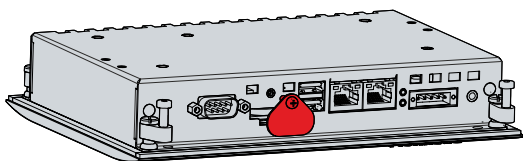

Abb. 18: CP6606_Zugang Batterie und Speichermedium
2. Stecken Sie die neue Batterie per Hand in den PC. Achten Sie dabei auf die richtige Polung wie in Abbildung 18 dargestellt.